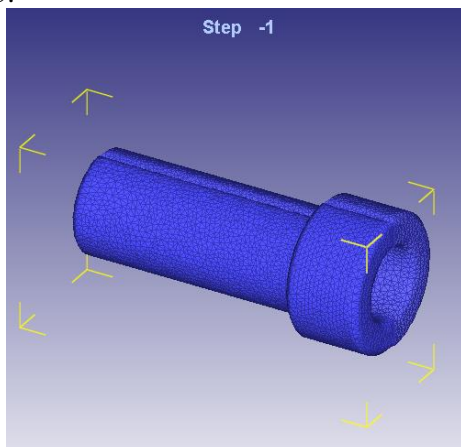

Рис. 15. Разбивка клещей на сетку конечных элементов
**Задать температуру...** (20 °С). Выбираем вкладку **Сетка**, далее **Настройки** тип сетки будем использовать Относительный, количество элементов 50000, коэффициент отношения 2. Далее создаем **Поверхностную сетку**, после **Объемную**. Нанесение сетки на **KlesiLev** произведем по аналогии. Результат разбивки клещей представлен на рис. 15.